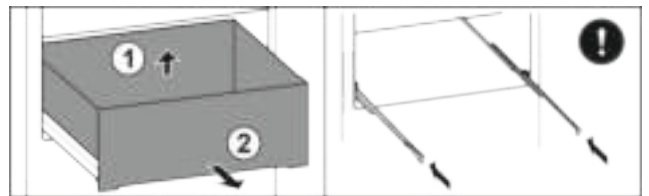

Fig. 34\*
- ▶ Lade aan de achterkant optillen Fig. 34 (1).\*
- ▶ Er naar voren toe uitnemen Fig. 34 (2).\*